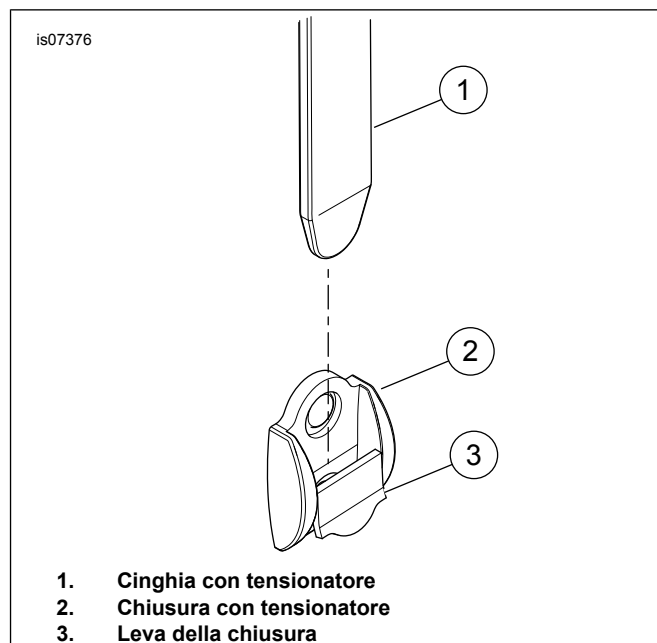

Figura 1. Chiusura con tensionatore
1. Vedere Figura 1. Sollevare entrambe le cinghie del coperchio della borsa, staccandole dalla chiusura magnetica a scatto, per scoprire le chiusure con tensionatore (2).
2. Sollevare le leve di chiusure (3) per staccare le cinghie con tensionatore (1) dalla chiusura. Ripetere con la chiusura con tensionatore opposta.
1. Vedere Figura 1. Sollevare ciascuna cinghia, staccandola dalla chiusura magnetica a scatto, per scoprire le chiusure con tensionatore (2).
2. Spingere ciascuna leva (3) in posizione di chiusura.
3. Allineare le cinghie con tensionatore (1) e quindi inserirle nelle parti superiori delle chiusure (2).